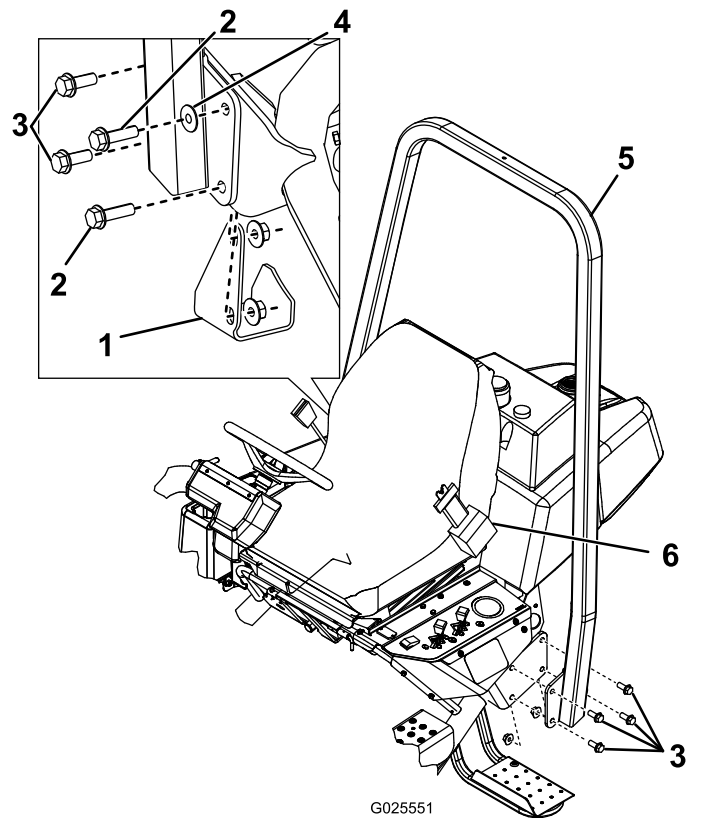

Figura 6
2. Baixe a estrutura ROPS (Figura 6) para os suportes de montagem, alinhando os furos de montagem.
3. Prenda o lado esquerdo da barra de segurança ao suporte de montagem com 4 parafusos (½ pol. x 1½ pol.) e porcas de bloqueio (Figura 6). Aperte os dispositivos de fixação com uma força de 91 a 115 N·m.
4. Prenda o lado direito da barra de segurança e o tapete do macaco previamente removida ao suporte de montagem com 2 parafusos (½ pol. x 1½ pol.), 2 parafusos (½ pol. x 1¾ pol.), 1 anilha e porcas de bloqueio como se mostra na Figura 6. Aperte os dispositivos de fixação com uma força de 91 a 115 N·m.
Importante: Certifique-se de que instala a anilha no local correto como se mostra na Figura 6.